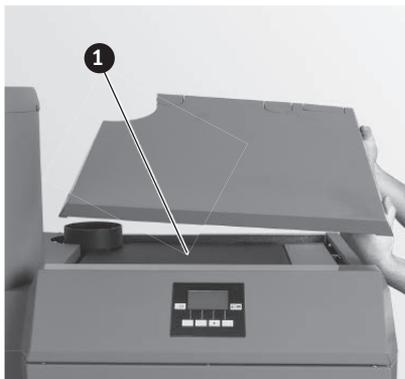

Fig. 134 Togliere il coperchio del rivestimento, rimuovere l'isolamento
- ▶ scollegare la spina di rete dell'apparecchio prima di aprire il quadro di comando o per effettuare lavori di assistenza o riparazione. Togliere il coperchio del rivestimento (Fig. 134) e rimuovere l'isolamento sopra il coperchio delle superfici riscaldanti.